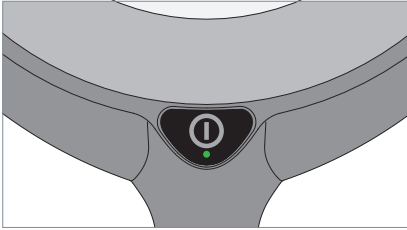

Fig. 8: Touche.
- ▶ Appuyez sur la touche, voir Fig. 8.
- ▶ Appuyez sur la touche et tenez-la appuyée, voir Fig. 8.
- ▶ Appuyez deux fois rapidement sur la touche, voir Fig. 8.